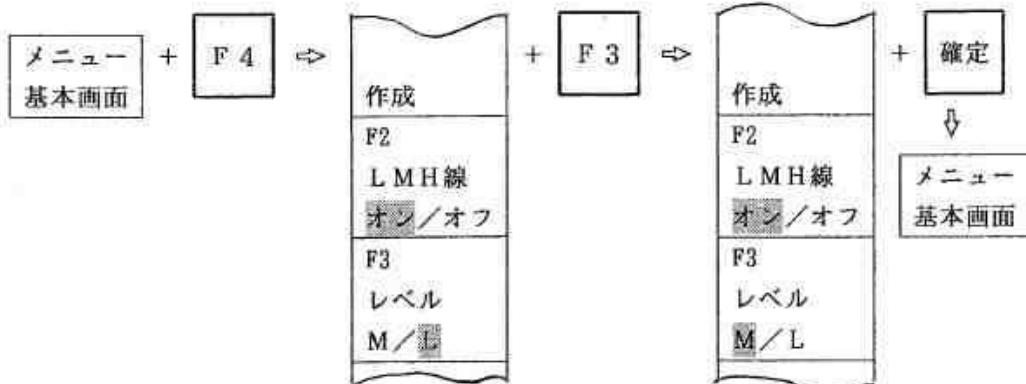

図9.3.12 L検出レベルからM検出レベルへの切替えの手順
- ① 選択キー[F4]を1回押すと図9.3.12の選択メニューが表示されます。このメニューの[F3]の項を見ると、[L]の部分にカーソルがあります。
- ② [M]に切り替える場合には、選択キー[F3]を1回押します。カーソルが[M]に移りますからそれを確認して確定キーを1回押します。